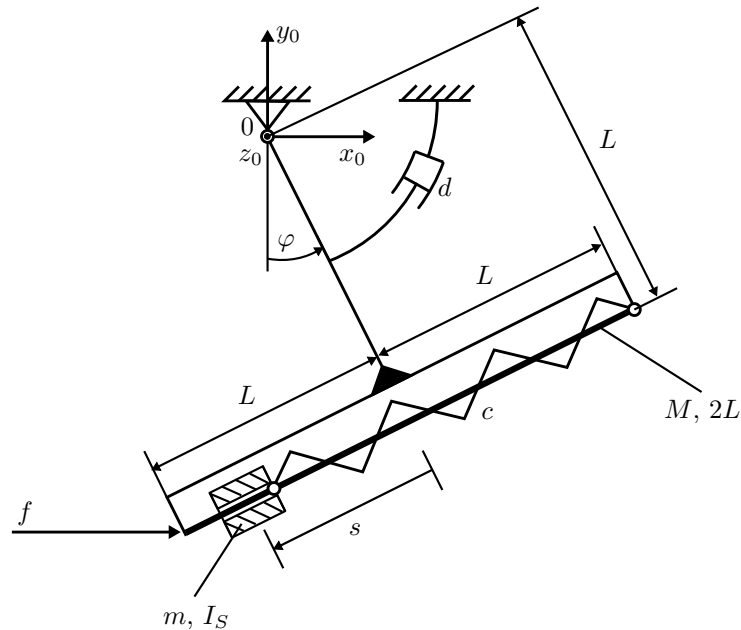

Abb. 1: Konfiguration des Mehrkörpersystems.
**Aufgabe 1.** Eine homogener Würfel (Masse  $m$ , Trägheitsmoment  $I_{S,w}$  bzgl. Schwerpunkt) kann sich reibungsfrei auf einem homogenen Stab (Masse  $M$ , Länge  $2L$ , Trägheitsmoment  $I_{S,s} = M(2L)^2/12$  bzgl. Schwerpunkt) bewegen. Der Würfel ist durch eine Feder (Federsteifigkeit  $c$ , ungespannte Federlänge  $L$ ) mit dem rechten Stabende verbunden. Der Stab ist über eine masselose symmetrische Aufhängung mit dem Lager 0 verbunden. Der Abstand von der Stabmitte zum Lager 0 beträgt  $L$ . Die Drehung um das Lager 0 erfolgt reibungsfrei. Die Aufhängung ist mit einem Dämpfungselement (Dämpfungskonstante  $d$ , Kraft proportional zur Winkelgeschwindigkeit) zur Horizontalen verbunden. Auf den Stab wirkt eine Kraft  $f(t)$ , deren Angriffspunkt und Orientierung während der Bewegung des Systems unverändert bleibt. Die in Abbildung 1 eingezeichneten Anschläge für die Bewegung des Würfels werden **nicht** berücksichtigt.
Lösen Sie die folgenden Teilaufgaben für die in Abbildung 1 dargestellte Konfiguration: